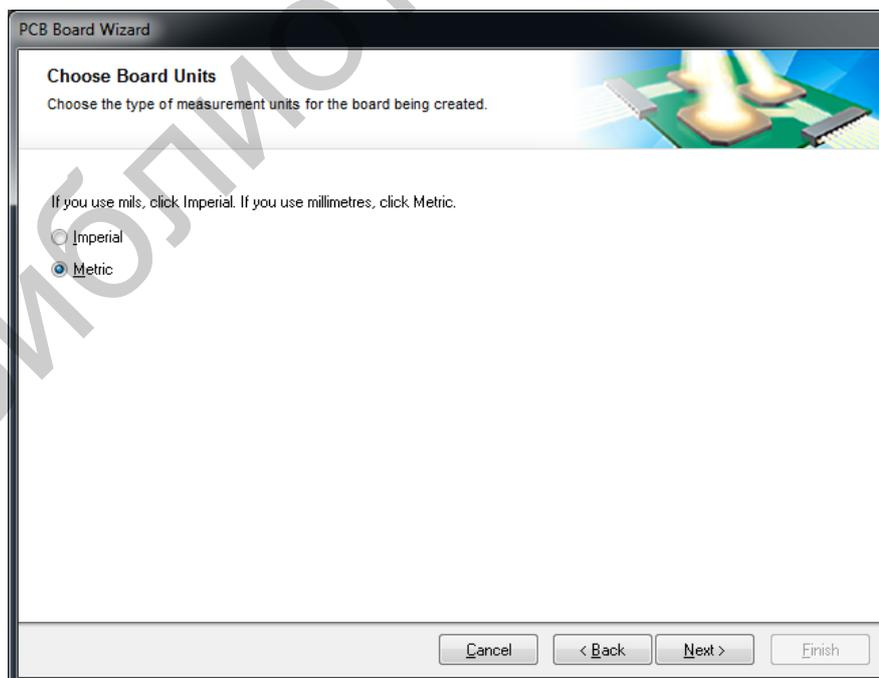

Рис. 56. Определение системы координат
3. На шаге Choose Board Units определить систему единиц измерения, указать Metric (рис. 56).